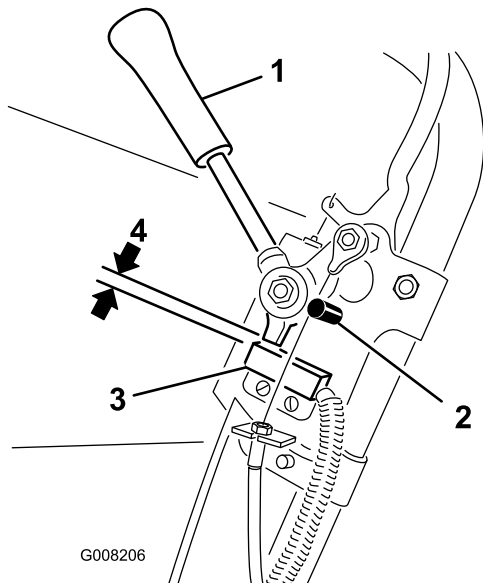

Figura 26
1. Asegúrese de que el motor está parado, y que la palanca de tracción está desengranada y apoyada en el tope de punto muerto (Figura 26).
2. Afloje las fijaciones de montaje del interruptor de seguridad (Figura 26).
3. Coloque un suplemento de 0,8 mm de grosor entre la palanca de tracción y el interruptor de seguridad (Figura 26).